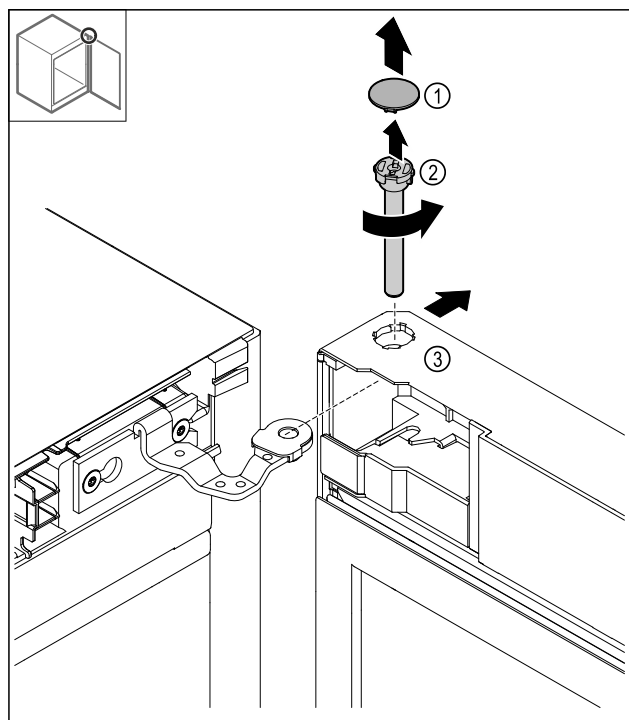

Fig. 10
- Odstranite pokrov Fig. 10 (1).
- Sornik Fig. 10 (2) odvijte v nasprotni smeri urinega kazalca in ga odstranite.
- Rahlo nagnite vrata Fig. 10 (3).